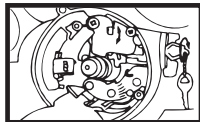

FIG. 22
3. Après l'installation, utiliser la clé pour vérifier le fonctionnement du mécanisme de verrouillage. S'assurer que le levier de verrouillage monte et descend correctement (voir figure 22).